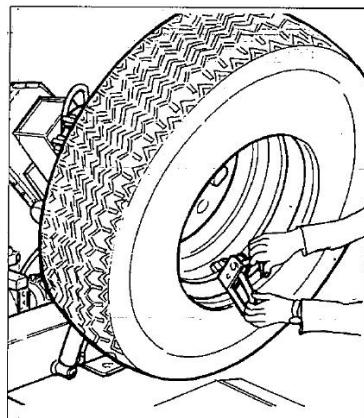

Рис. 24
- 8) Снимите зажим РС и закрепите его в направлении 6 часов с другой стороны обода колеса (см. рис. 24).